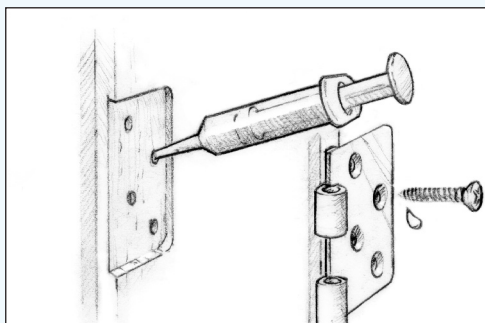

Figura 15 Pre-encole un taladro piloto de tamaño estándar e instale la fijación.
1. Pre-encole un taladro piloto de tamaño estándar y haga penetrar la mezcla de resina/endurecedor en el taladro con un limpia-pipas o una jeringa (*Figura 15*). Espese una segunda capa de epoxi si es necesario para taladros sobredimensionados o con la rosca dañada.